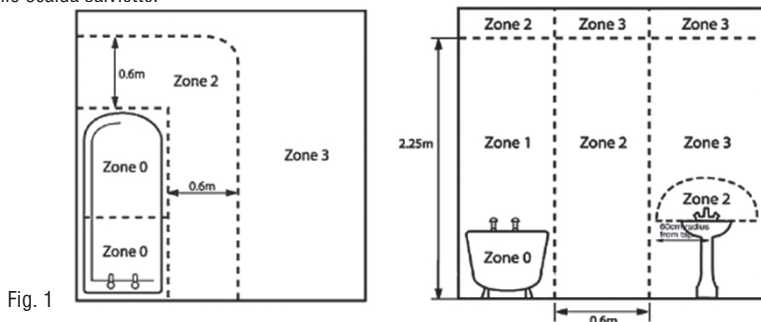

Fig. 1
- Il TH-MIN può essere in classe I o II. In bagno può essere installato nelle zone ammesse dalle normative di installazione nazionali vigenti per un dispositivo di riscaldamento elettrico IPX4 (Fig. 1) a condizione che il TH-MIN non sia raggiungibile da persone che utilizzano la doccia o la vasca.